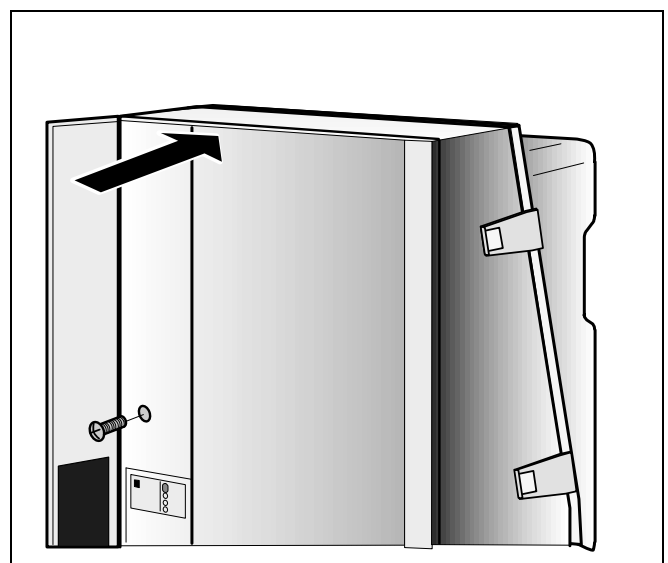

Abb. 32 Verkleidung anbringen
- Verkleidung aufstecken und Schnappverschlüsse schließen (Abb. 32). Verkleidung nicht an den Verschlüssen tragen!